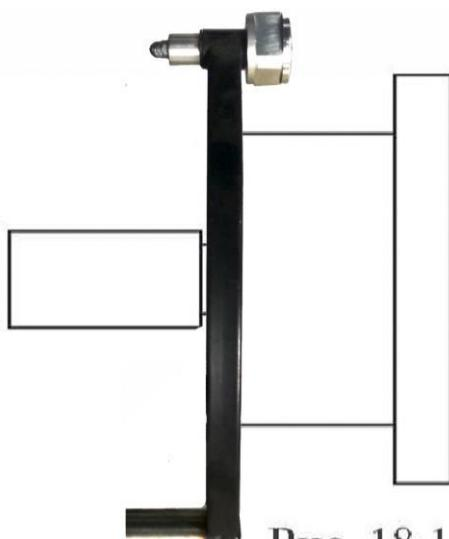
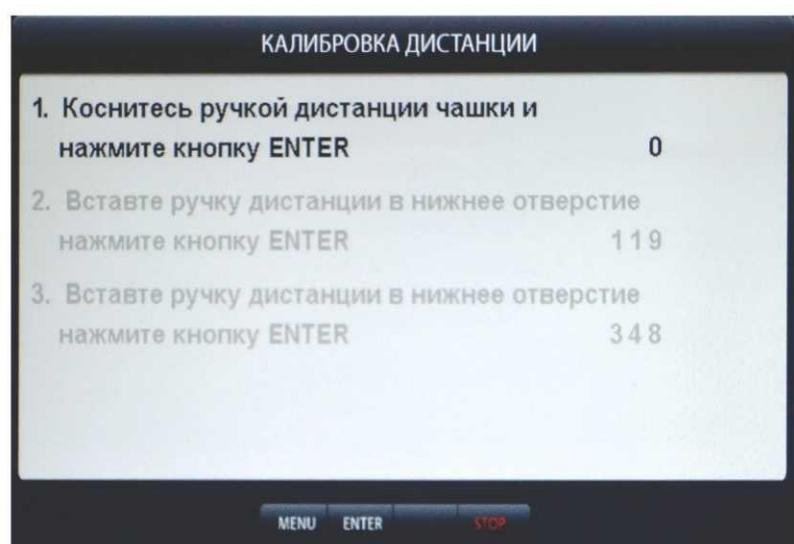

Рис. 18.1
рис.18.3
22.1.1. Калибровка тракта измерения дистанции. Для оценки погрешности устройства ввода дистанции выдвиньте штангу ввода параметров и уприте внешнюю боковую сторону её рукоятки в задний торец фланца вала, как показано на рис. 18.1. При этом на экране ввода геометрических параметров (см. рис.10.2) появится величина дистанции. Если величина дистанции не равна 185 ± 5 мм, то устройство ввода дистанции требует калибровки.
КАЛИБРОВКА ДИСТАНЦИИ рис.18.3. Выдвиньте штангу ввода параметров, уприте внешнюю боковую сторону её рукоятки в задний торец фланца вала, как показано на рис. 18.1 и нажмите кнопку «ENTER». В окне КАЛИБРОВКА ДИСТАНЦИИ выделится второй пункт: «2. Вставьте ручку дистанции в нижнее отверстие, нажмите кнопку «ENTER»